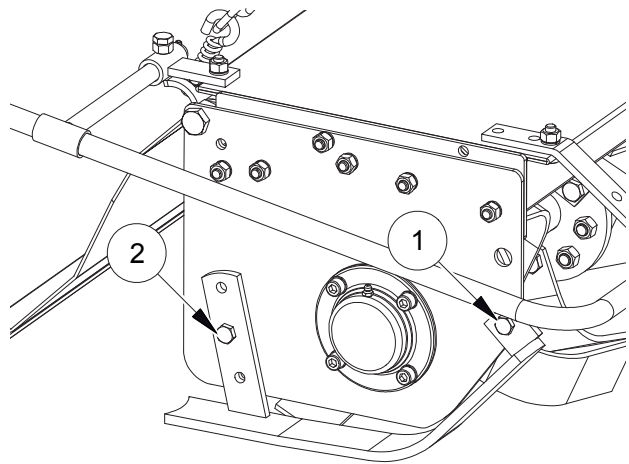

FIG. 16
Aflojar las tuercas (1, Fig. 16), intervenir sobre el registro posterior aflojando la tuerca (2). Mover hacia abajo para disminuir la profundidad de trabajo; hacia arriba para aumentar la profundidad de trabajo. Apretar las tuercas (1 y 2, Fig. 16).